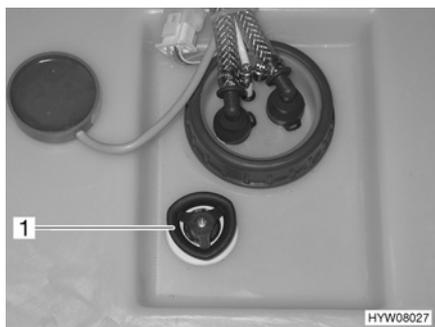

Fig. 103 Depósito de agua con tirador giratorio
- Girar el tirador giratorio (Fig. 103,1) sobre el depósito de agua en sentido de las agujas del reloj, hasta el tope.
- Girar el tirador giratorio (Fig. 103,1) sobre el depósito de agua en sentido contrario a las agujas del reloj, hasta sentir resistencia. El agua se saldrá hasta aprox. 20 litros.